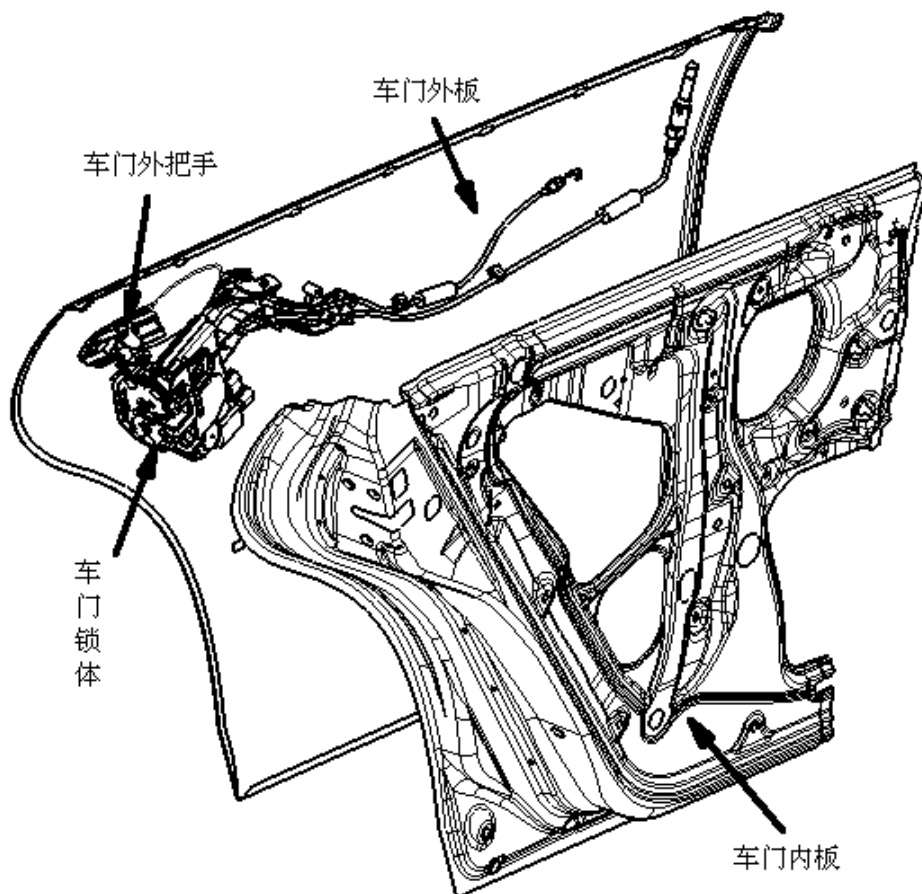

图 4-1-12-1 左后门锁体周边
参照图 4-1-12-1 和 4-1-12-2，按照以下步骤完成左后门锁的拆卸：
- ① 拆下如图 4-1-12-2 所示位置的螺钉和螺栓，需要的话要先拆下相应的贴片和堵盖，拆下锁体上的线束接触件；
- ② 透过贴片孔拆下外把手上的两个螺栓，取下外把手的前后护板；
- ③ 通过车门内外板上的过孔将锁体和外把手取出。